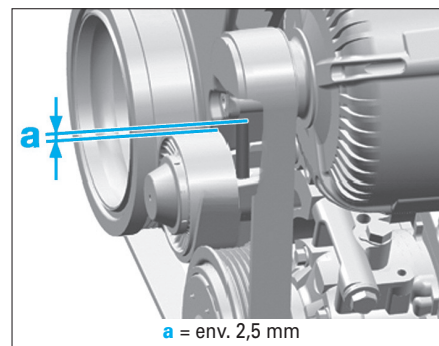

FIG. 4
- Vérifier la cote "a" (Fig.4).